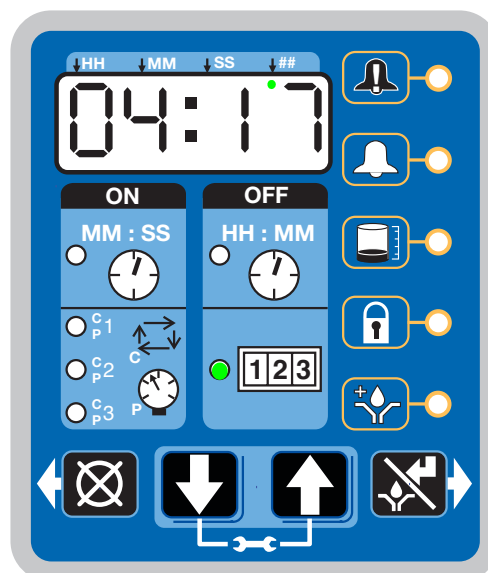

Рис. 54
- Горит индикатор рядом с 1-2-3 (Рис. 54).
В примере на Рис. 54 до возникновения ошибки или перехода в режим нанесения смазки (работа насос в работе (ВКЛ)) осталось 4 часа 17 секунд.